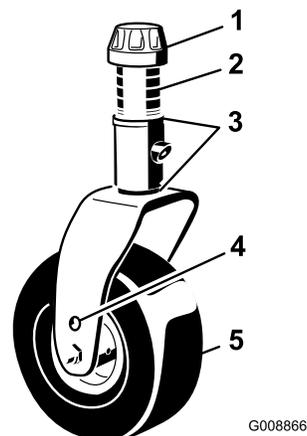

Рисунок 85
1. Снимите колпачковую гайку с вала шпинделя и извлеките шпиндель из рычага поворотного колеса (Рисунок 85).